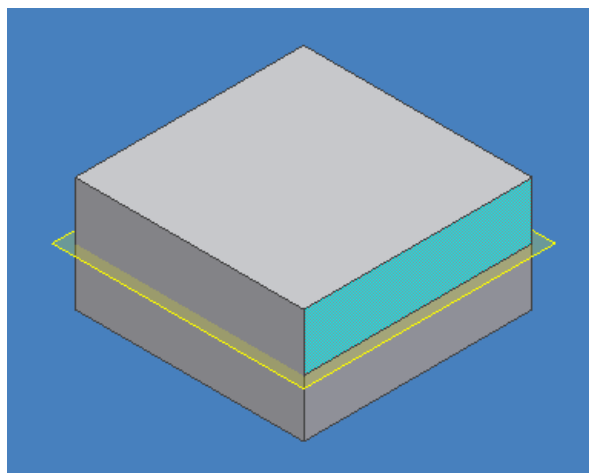

Figura 3.64 División de la cara frontal en 2 partes por medio de un plano de trabajo.
- Inmediatamente seleccione el plano el cual desea dividir. Obtenga la figura 3.64 como resultado final.